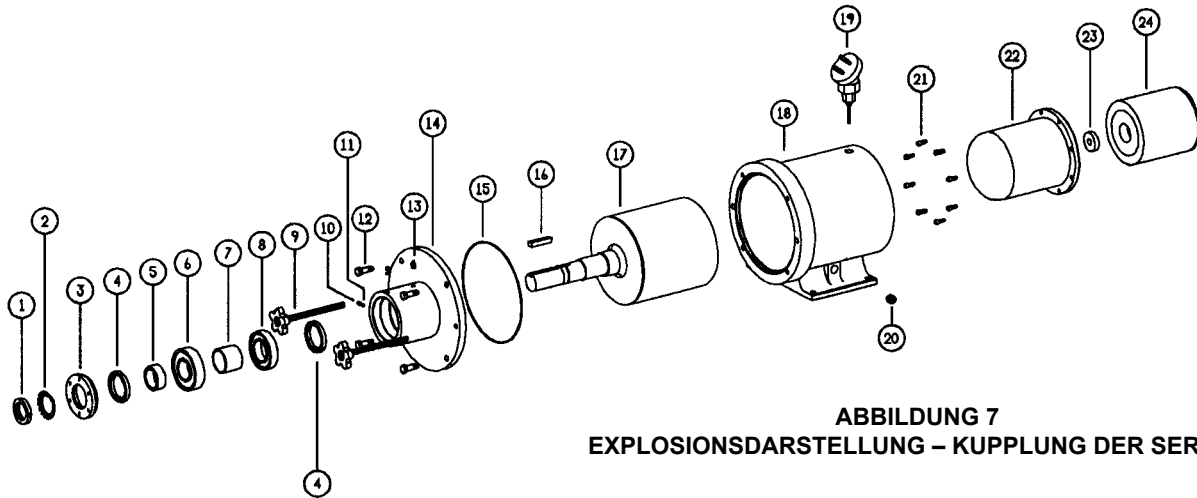

ABBILDUNG 7
1. Die beiden Abdrückschrauben (2-297-022-999) im Lagergehäuse installieren. Siehe **Abbildung 7 auf Seite 6** und **Abbildung 8**. Die beiden 12,7 mm (0,50 Zoll) Kopschrauben entfernen und eine 12,7 mm NC x 203,2 mm (0,50 Zoll NC x 8 Zoll) Gewindestange in diese Bohrungen einschrauben. Die anderen beiden 12,7 mm (0,50 Zoll) Kopschrauben entfernen.